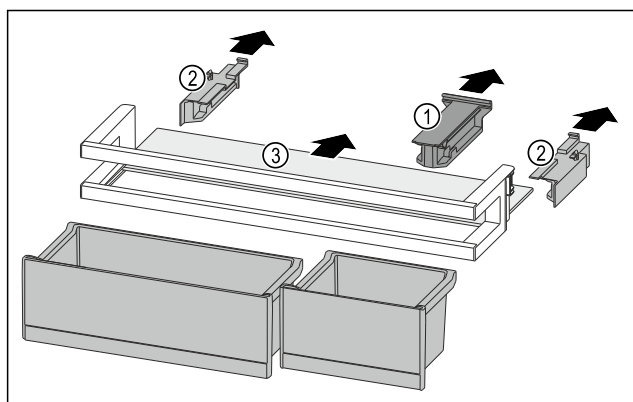

Fig. 213
- Retirer la pièce de retenue Fig. 213 (1).
- Retirer les parties latérales Fig. 213 (2).
- Retirer la tablette de rangement Fig. 213 (3).